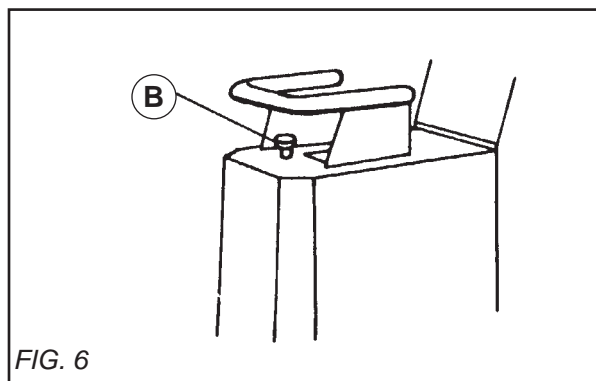

FIG. 6
- Fyll tanken (rymmer 22 liter) med vatten genom hålet. Vattenflödet reglerar du med det gängade vredet (B) (SE FIG. 6).